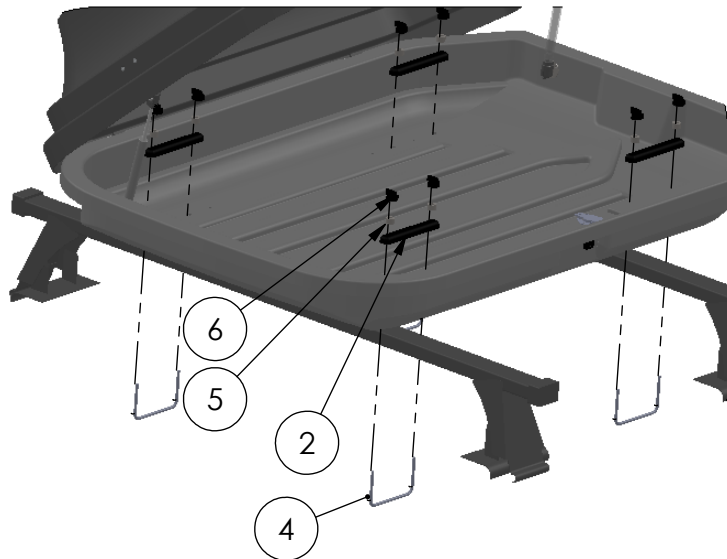

fig. 2
- Posicionar o rack entre os dois pares de furos feitos no **PASSO 01**. Em seguida, monte os itens 4,2, 5 e 6 conforme a fig. 2 com aperto firme.